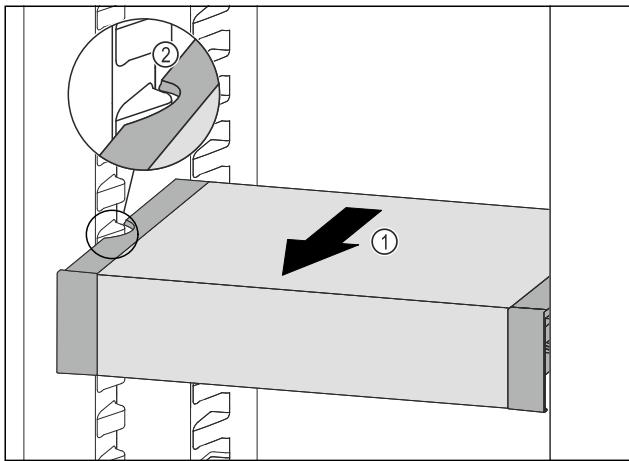

Fig. 98
- Изтеглете VarioSafe напред *Fig. 98 (1)*, докато страничните прорези на VarioSafe се намират на височината на реброто на съда в хладилната част. *Fig. 98 (2)*